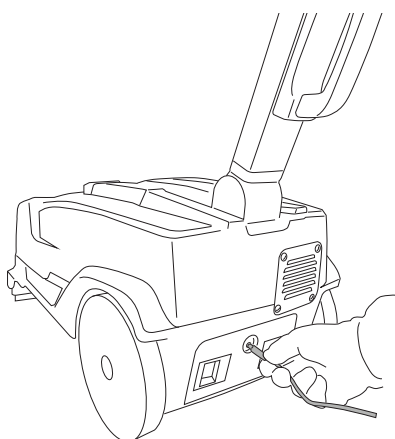

Fig.13
- Insira a ficha tipo jack do carregador da bateria na tomada situada na bateria (Fig.13).